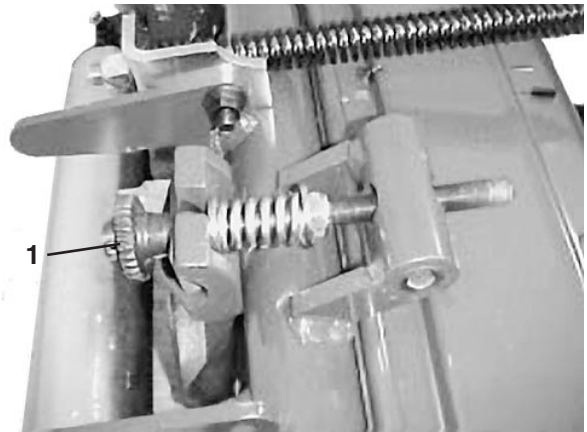

Bild 18
1. Lockern Sie den Spindel : Untermesserkontakt, indem Sie das Untermessereinstellrad (Bild 18) entgegen dem Uhrzeigersinn drehen, bis kein Kontakt mehr besteht.